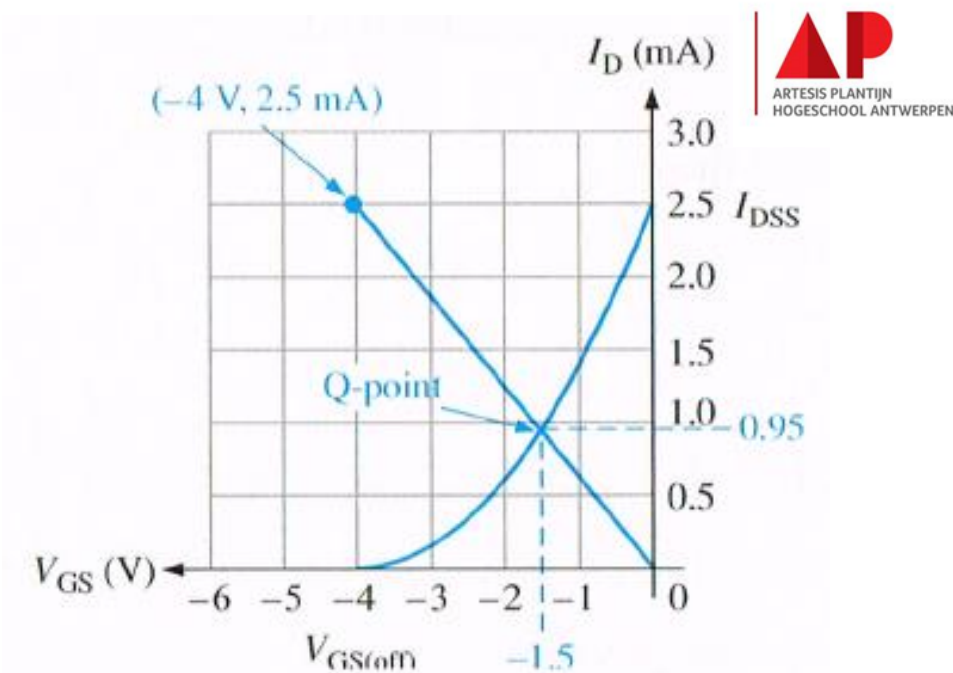

FIGURE 4-13 Graphical analysis of self-bias.
- Om de instelling grafisch te vinden bij de zelfinstelling zet men het punt ($V_{GS(off)}$, I_{DSS}) uit op de karakteristiek (zie fig. 4-13). Dit punt wordt verbonden met de oorsprong. De bekomen lijn stelt een bruikbare weerstand R_S voor die gebruikt kan worden voor de zelfinstelling van de JFET.